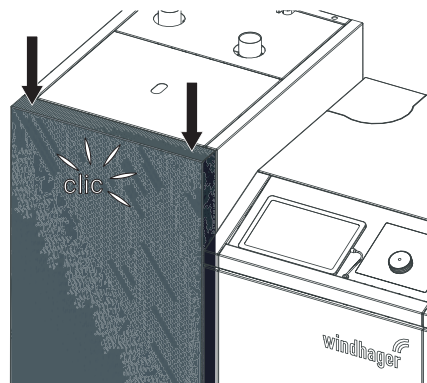
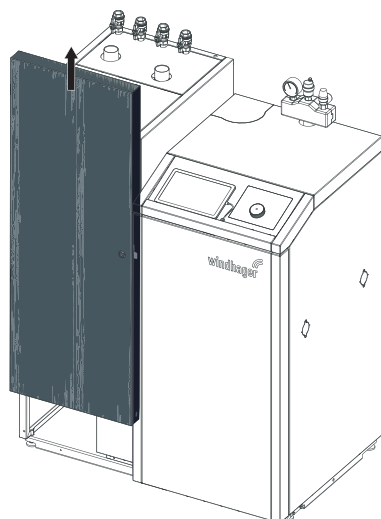

Fig. 10 Spingere verso il basso la porta di contenimento sinistra finché non si sente un “clic”
Fig. 11 La porta si sposta automaticamente verso l'alto
- ▶ Spingere con entrambe le mani la porta di contenimento sinistra verso il basso, fino a quando non si sente uno “clic” (Fig. 10); la porta si sposta automaticamente verso l'alto – Fig. 11.